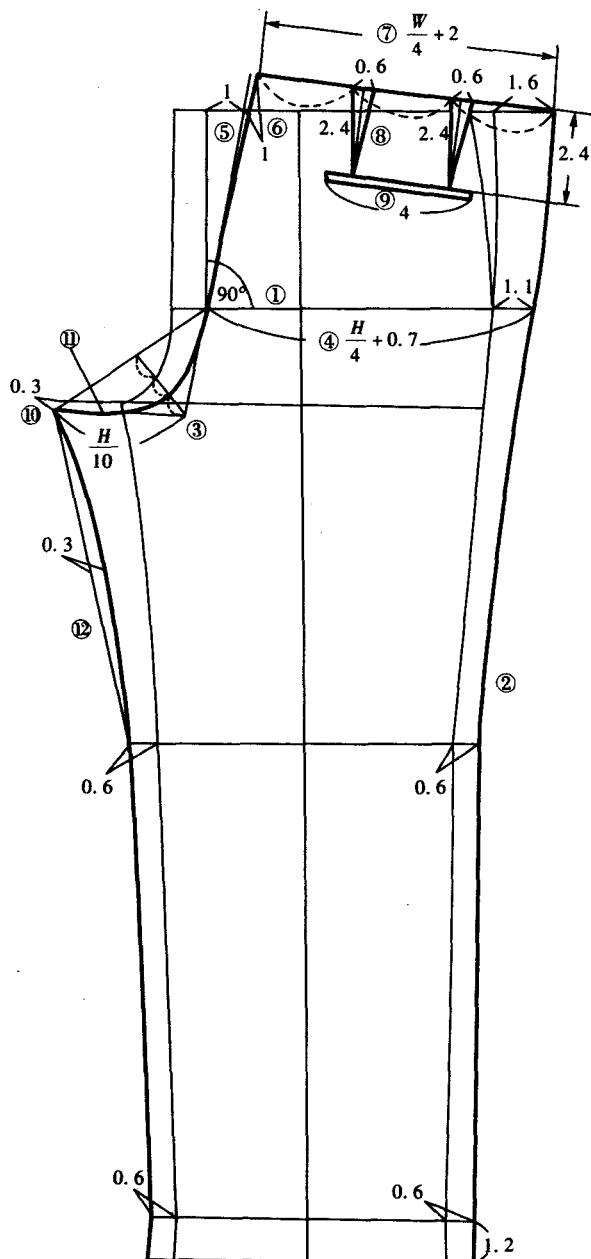

图 2-3-3
⑪裤袋口：斜袋口，距外侧缝 1.5 寸处取点，过该点向臀围线处作袋口线，袋口大 4.5 寸。
⑫省线：前中线至兜口线的中点作腰围线的垂线，即为省中线，省尖距横档线 1.2 寸，省宽 0.8 寸，画出省线。
⑬裤脚口宽：由折边线与前中线的交点分别向两边量取 $\frac{1}{2}$ 裤脚口宽（3.6 寸），定出裤脚口宽。
⑭中裆宽：由横档宽两端分别往里 0.7 寸取点，直线连接该点与裤脚口宽点，连线与中裆线的交点间距为中裆宽（中裆宽也可通过测量直接得出）。
⑮侧缝线/下裆线：直线连接裤脚口宽点和中裆宽点，曲线连接中裆宽点和横档宽点，画顺侧缝线和下裆线。
(2) 后裤片制图方法 (图 2-3-3)